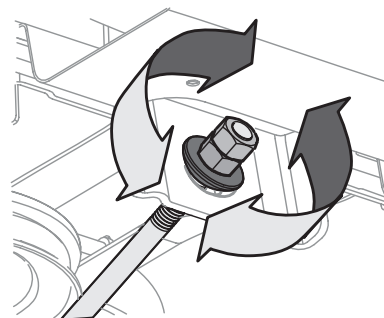

Figura 21
4. Para **eleva**r el frente de la plataforma, afloje la tuerca exterior y luego apriete (rosca hacia adentro) la tuerca contra el soporte de suspensión delantera. Consulte la Figura 21. Cuando se logre el ajuste correcto, vuelva a apretar la tuerca exterior hasta 25-30 pies-libras (33.9-40.7 N-m).
5. Para **baja**r el frente de la plataforma, afloje la tuerca exterior y luego afloje (rosca hacia afuera) la tuerca, alejándola del soporte de suspensión delantera. Consulte la Figura 21. Cuando se logra el ajuste correcto, vuelva a apretar la tuerca exterior.